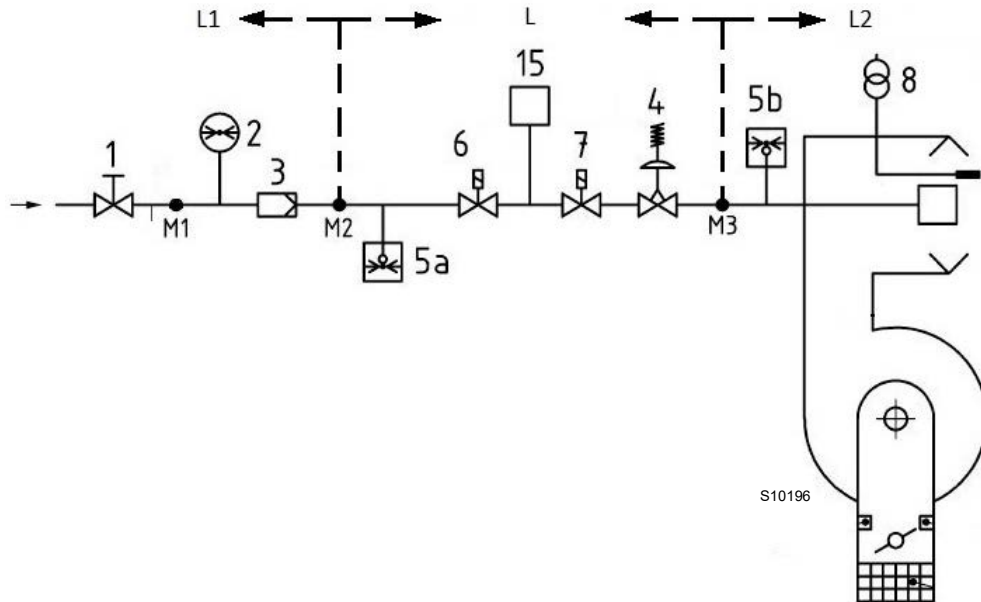

Abb. 19
- Die Armatur kann je nach Bedarf von rechts bzw. links zugeführt werden, siehe Abb. 19.
- Die Gasarmatur wird an den Gasanschluss 1)(Abb. 19) über den Flansch 2), die Dichtung 3) sowie die Schrauben 4) angeschlossen, die dem Brenner beiliegen.